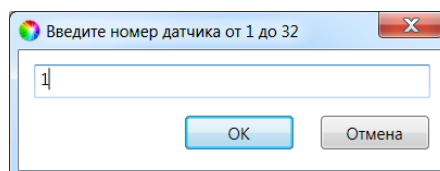

Рис. 7.7. Ввод номера радиоизвещателя
- 7.2. В открывшемся окне укажите номер извещателя (от 1 до 32) из числа еще не занятых и нажмите кнопку *ОК* (рис. 7.7).